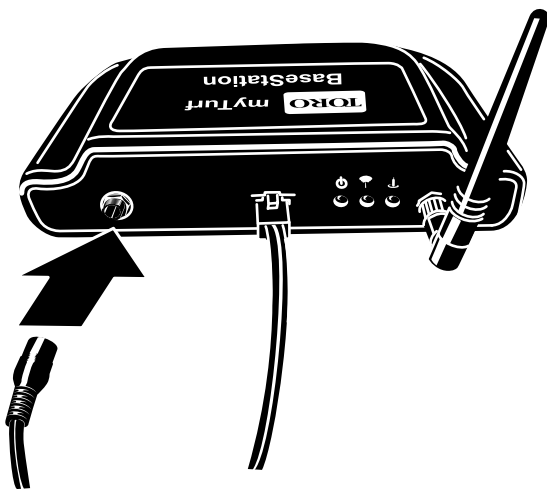

Figure 9
1. Branchez le cordon d'alimentation à la station de base (Figure 9).